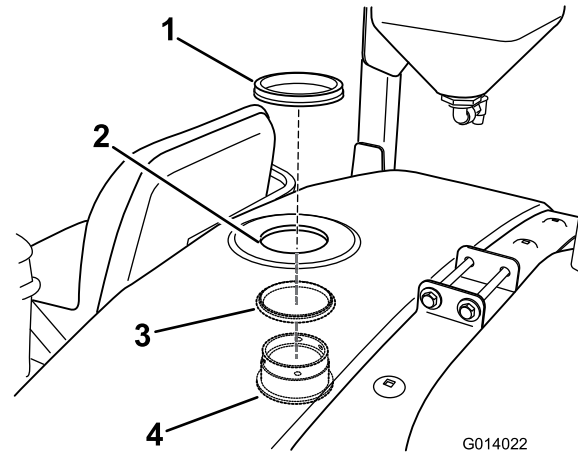

Рисунок 18
2. Установите переходной штуцер и уплотнительное кольцо вверх изнутри бака через ранее просверленное отверстие (Рисунок 18).